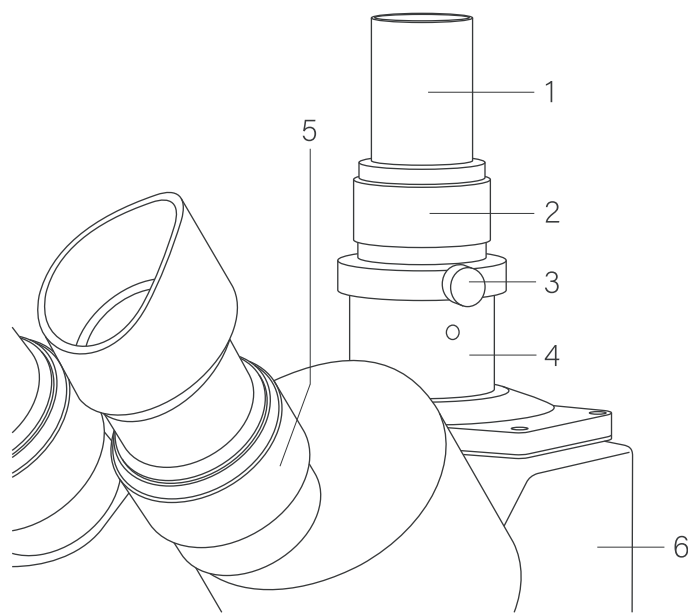

Рис. 11.
Кольцо 2 (рис. 11) предназначено для подвижки камеры вдоль оптической оси для настраивания точного соответствия фокуса на мониторе и в окулярах микроскопа. После настройки кольцо фиксируется винтом 3 (рис. 11).
- Настройте резкое изображение на мониторе. Для тринокулярного микроскопа вращайте для этого кольцо 2 (рис. 11), для бинокулярного микроскопа настройте резкое изображение вращением кольца диоптрийной коррекции 5 (рис. 11).